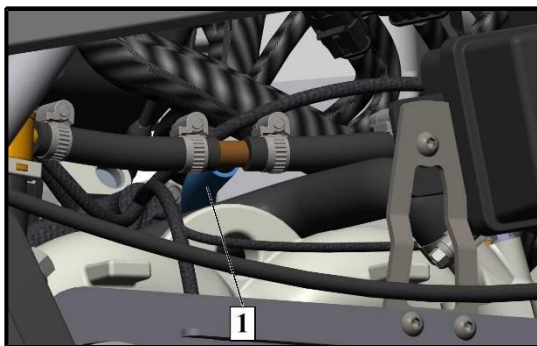

Fig. 14
6. Rimuovere il tubo flessibile del carburante (posizione 1, Fig. 14) dal raccordo a T del tubo del carburante. Coprire il tubo con una fascetta sicura o chiudere l'apertura del tubo con un tappo.